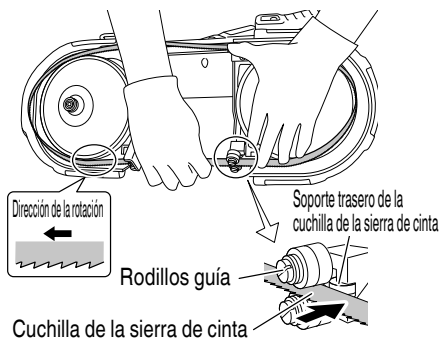

Fig. 17
- (2) Teniendo cuidado con la dirección de la rotación y la orientación de la cuchilla de la sierra de cinta (refiérase a la figura), coloque la cuchilla de la sierra de cinta en el rodillo de guía, instalando la cuchilla de la sierra de cinta hasta que tome contacto con el apoyo del cojinete de bolas trasero de la cuchilla de la sierra de cinta.
- (3) Agarrando la cuchilla de la sierra de cinta en posición para que no se suelte, asiente la cuchilla de la sierra de cinta en la polea de la cuchilla. (Fig. 17)